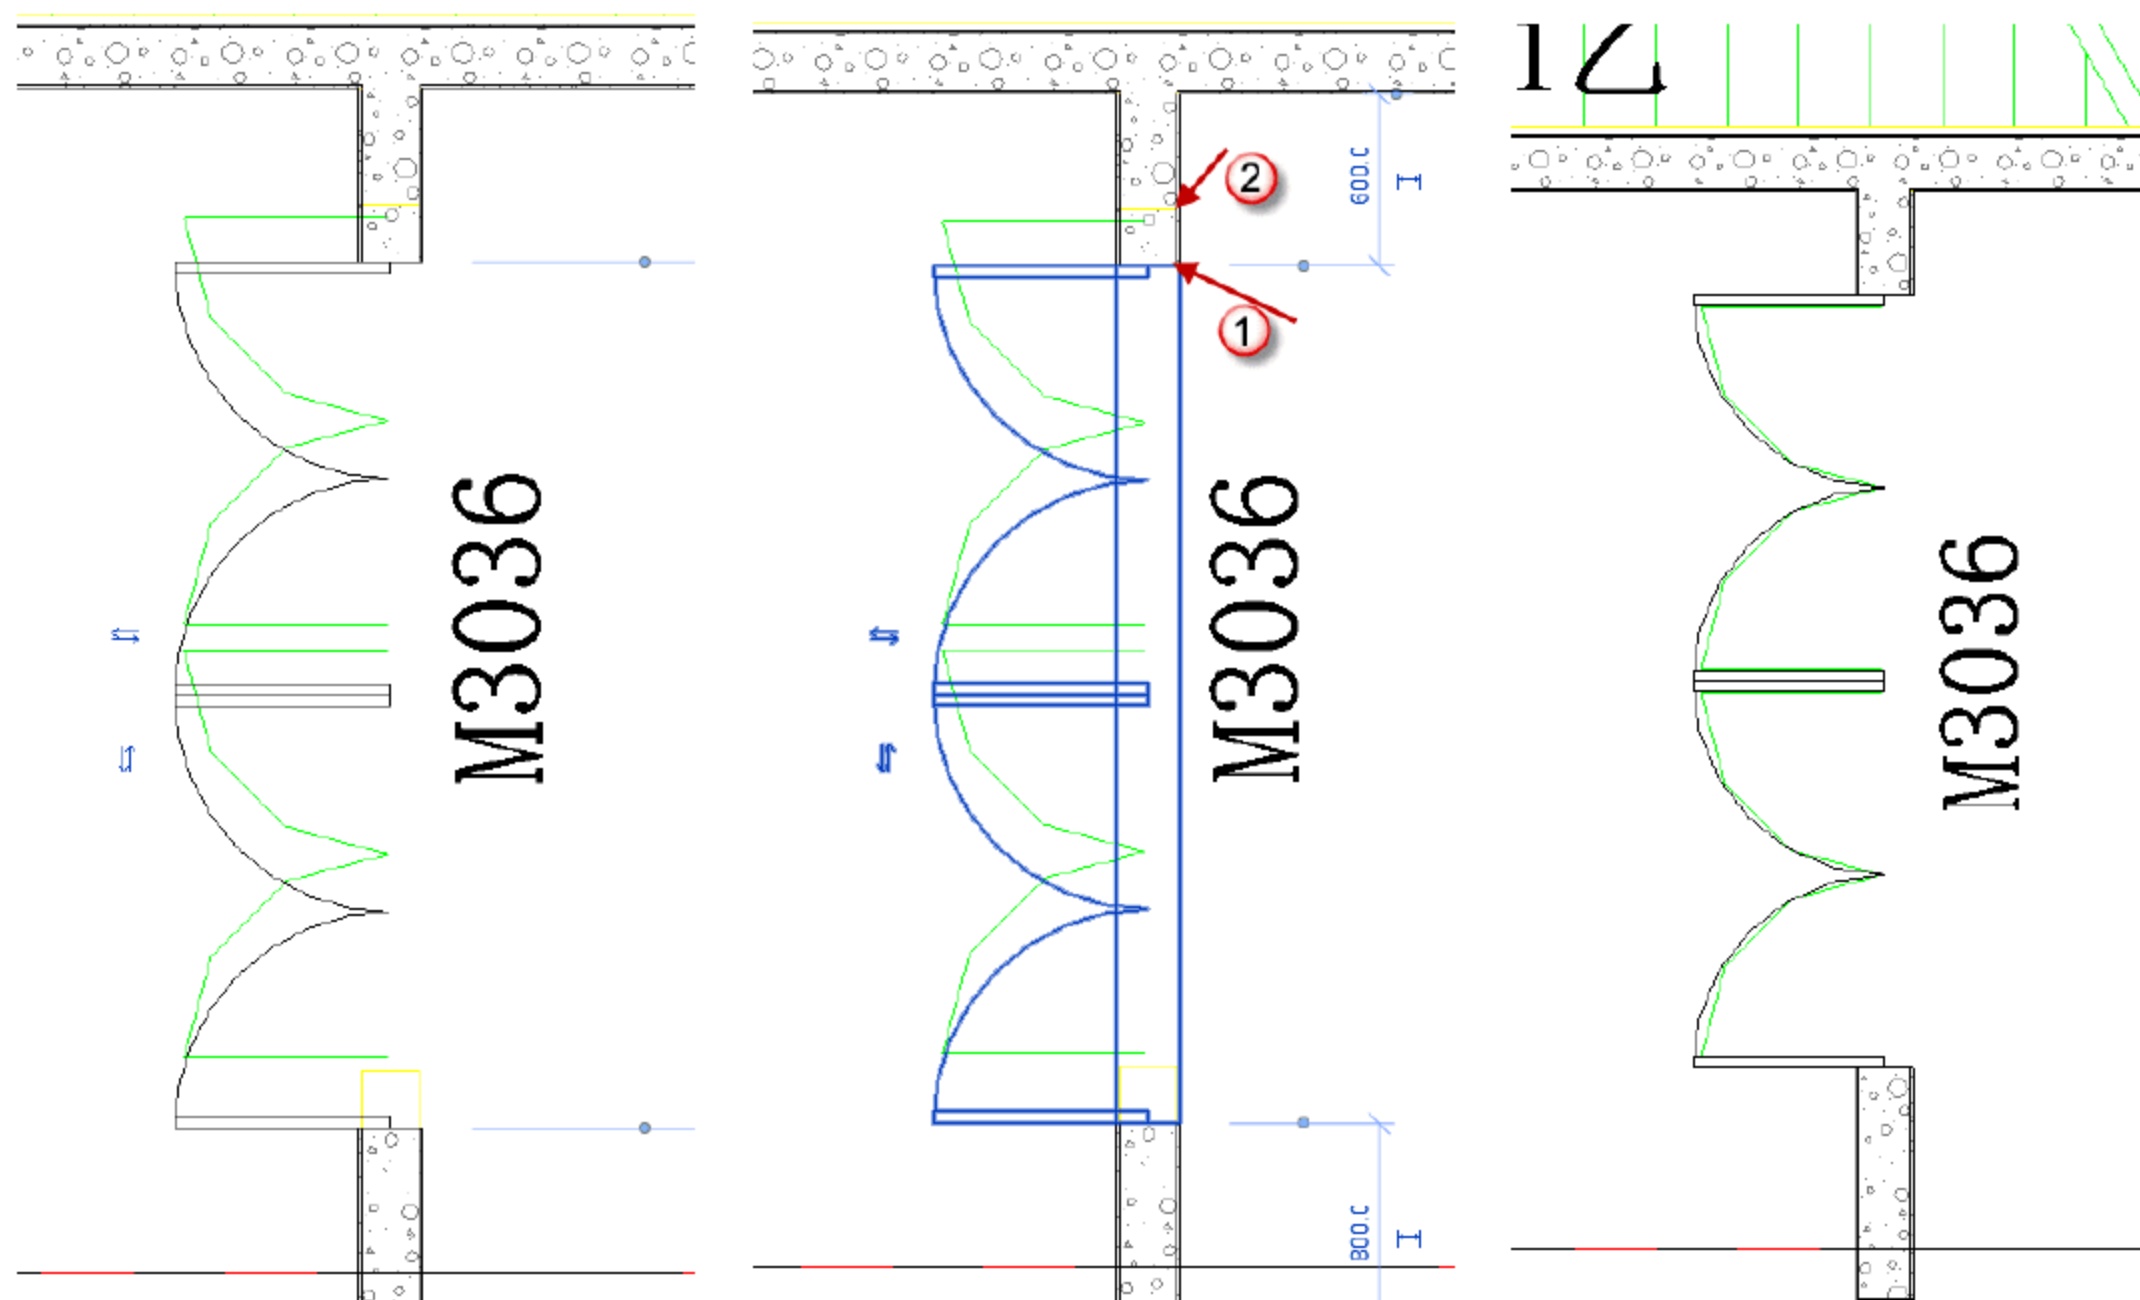

图 10.4.18 插入“M3036”门族 图 10.4.19 移动“M3036”族 图 10.4.20 完成“M3036”门族的插入
(6) 插入“M3036”门族。选择“建筑”→“门”命令（或者按快捷键 D+R），在相应的地方插入族，如图 10.4.18 所示。移动“M3036”族，先选择已经插入的门族，按快捷键 M+V，移动“M3036”，将“1”点移动到“2”点对齐，如图 10.4.19 所示。移动完成后如图 10.4.20 所示。按 Esc 键退出门的绘制。